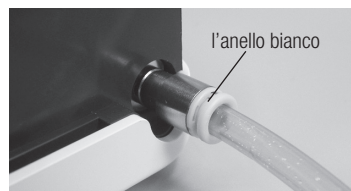

Fig.7
- Rimuovere delicatamente il tubo mentre si inserisce l'anello bianco (anello a sgancio rapido del connettore) sul connettore del tubo dell'acqua corrente. (Fig. 7)